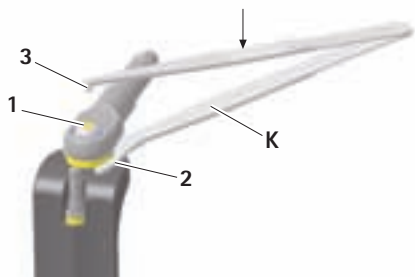

Fig. 5
- Skjut pincetten **K** med gapdelen **2** under kopplingen och tryck med pincettdornen **3** på bladets **D** bult **1**, se Fig. 5.